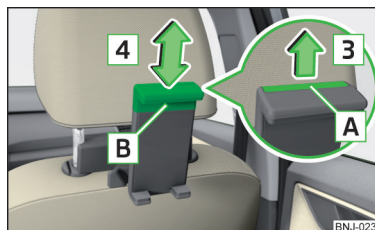

Fig. 93
- Estrarre la linguetta di sicurezza **A** nella direzione della freccia **3** e spingere la parte **B** nella posizione desiderata in direzione della freccia **4** » fig. 93.